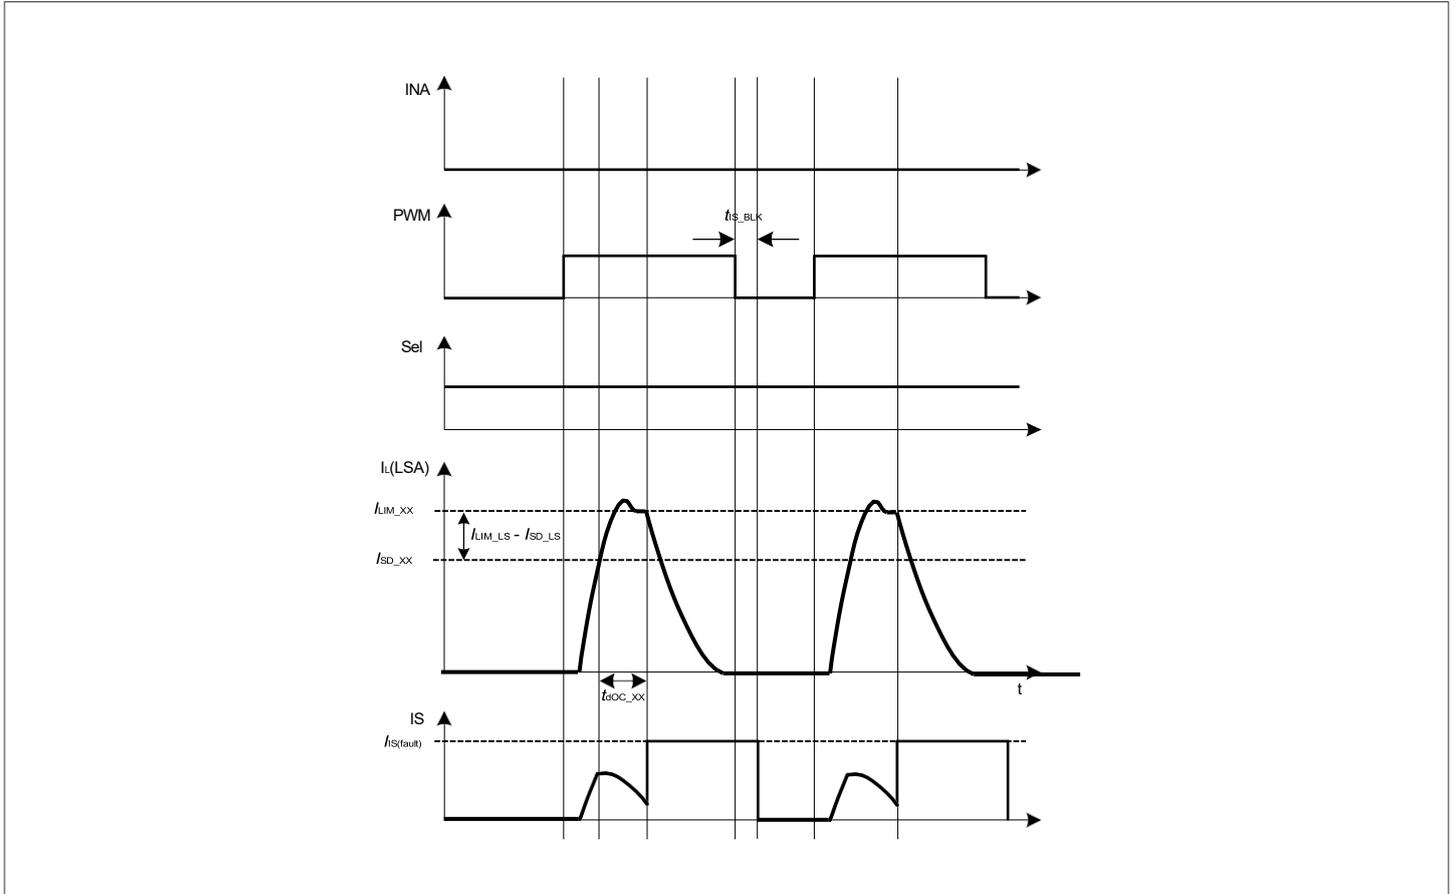

图 14 通过输入模式实现短路和过流保护的恢复
- 通过输入脉冲（PWM、INA 和 INB）打开 MOSFET，如图14所示
如图 14所示，恢复将由输入模式控制。